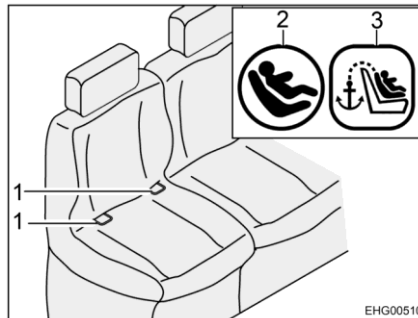
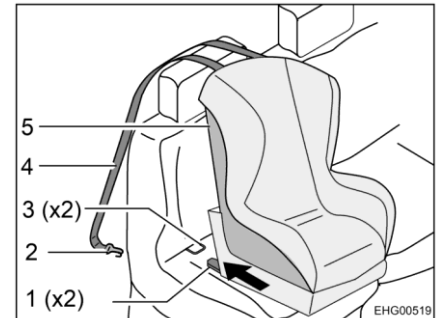

Fig. 10 Siège avec Isofix
Fig. 11 Fixation avec Top-Tether
- Encliqueter les bras d'encliquetage (Fig. 11,1) dans les étriers de fixation (Fig. 10,1 et Fig. 11,3). Un cliquetis clair doit être entendu.
- Vérifiez à l'aide d'une forte secousse si le siège pour enfant (Fig. 11,5) est bien installé.
- Glissez la sangle Top-Tether (Fig. 11,4) sur l'appuie-tête du siège du véhicule.
- Accrocher le crochet de fixation (Fig. 11,2) au point d'ancrage en face arrière du siège.